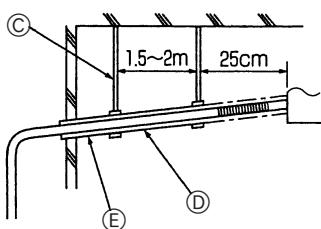

Fig. 8-2
(4) 确保排水管向下倾斜大于1/100。（Fig. 8-2）
⑥ 支撑物
⑦ 向下倾斜大于1/100。
⑧ 热绝缘材料